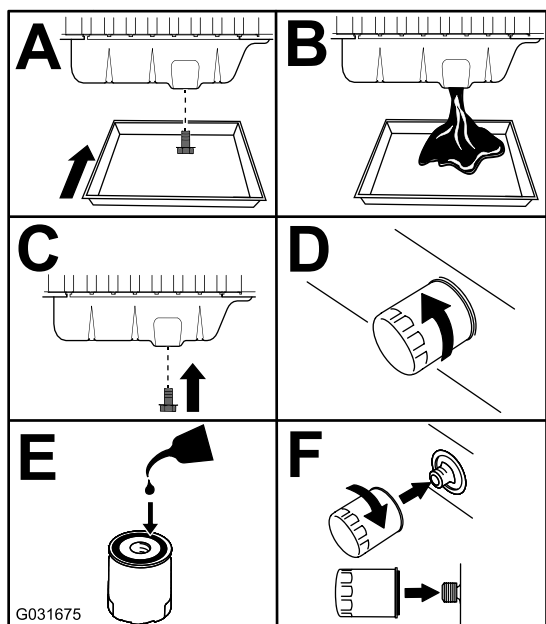

Figura 90
3. Cambie el aceite del motor y el filtro (Figura 90).